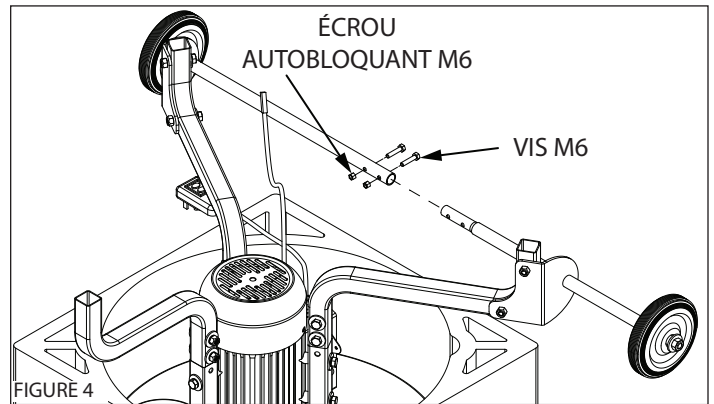

FIGURE 4
6. Monter l'axe sur les pieds. **(VOIR FIGURE 4 ET 5)**